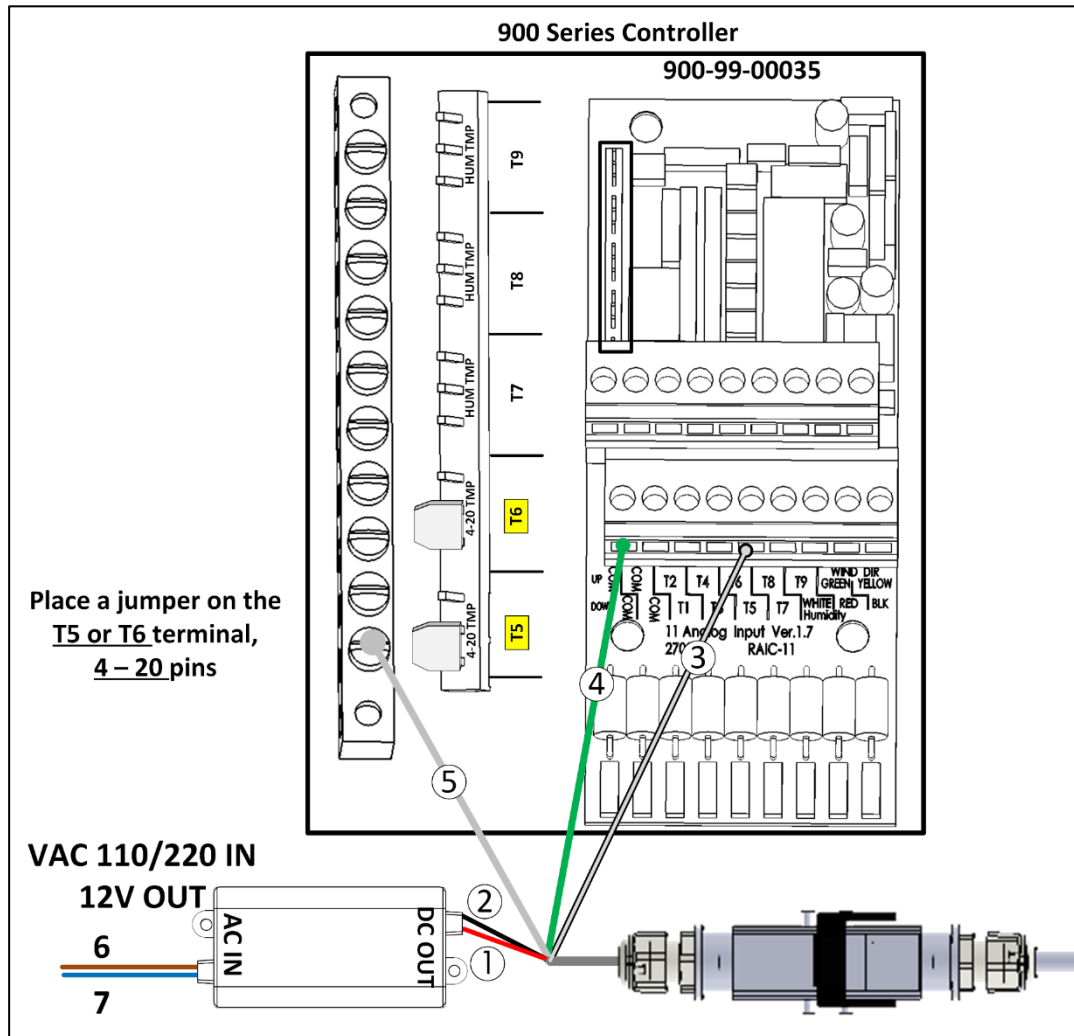

Figura 11: Platinum cableado
- Conecte el sensor al controlador Platinum (Figura 11, página 10)
1. Conecte el otro extremo del cable a la fuente de alimentación y la tarjeta de entrada analógica Platinum como se indica en la Figura 11.